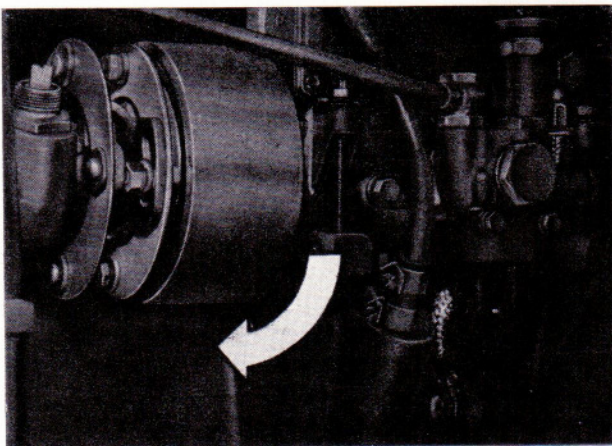

Bild 154
- Spritzversteller bzw. Einspritzpumpenkupplung so drehen, daß die darauf befindliche Kerbe senkrecht nach unten zeigt (Bild 154).